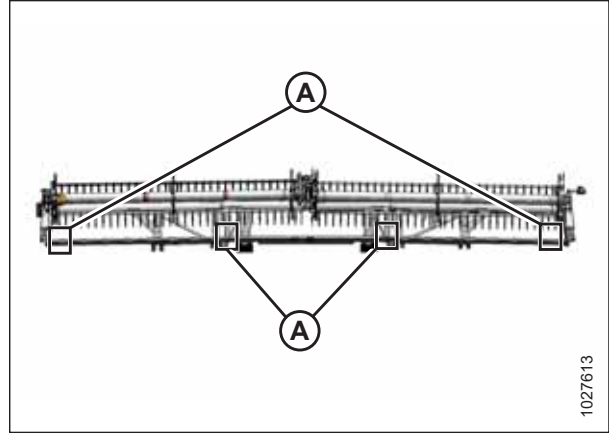

Figura 5.273: Ubicaciones de medición FlexDraper®: molinete doble
- Figura 5.273, página 586: molinete doble